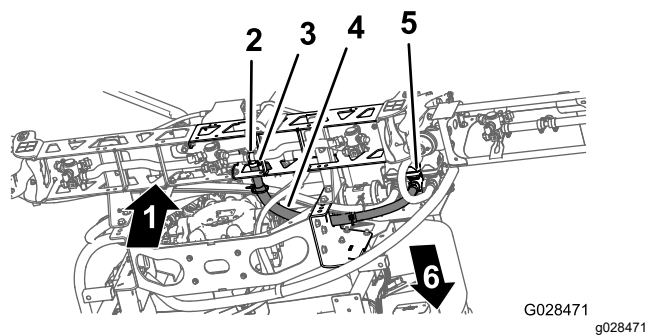

Figura 42
- 1. Oriente a tubagem da secção da rampa central como se mostra na Figura 42.
- 2. Instale o tubo da secção da rampa sobre a união em T estriada na secção da rampa central e prenda o tubo com uma braçadeira de tubos (Figura 42).